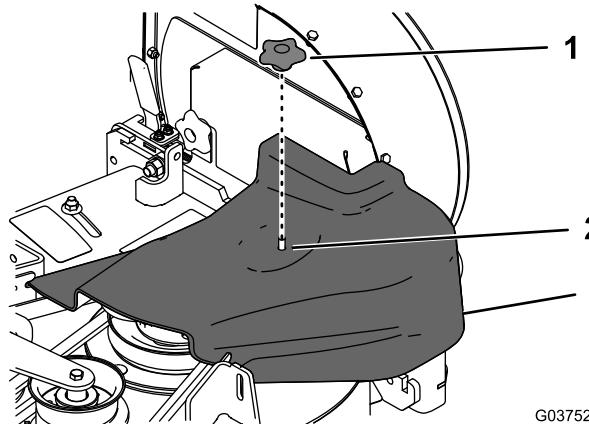

Bild 7
- 5. Montieren Sie die Riemenabdeckung und schrauben Sie das Handrad auf die Schraube an der Spannscheibe, um sie zu befestigen (**Bild 7**).